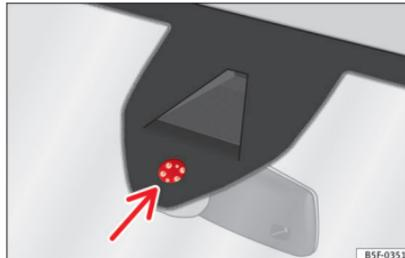

Abb. 136 Sensitive Fläche des Regensensors.
Mögliche Ursachen für Störungen und Fehlinterpretationen *im Bereich der sensitiven Fläche* **»** **Abb. 136** des Regensensors sind u. a.:
- Sensitive Fläche des Regensensors regelmäßig reinigen und Wischerblätter auf Beschädigungen prüfen » Abb. 136 (Pfeil).